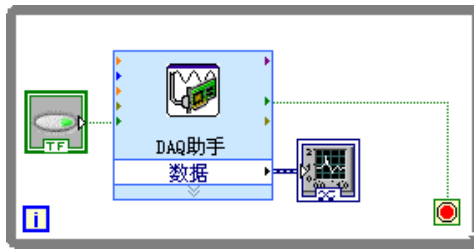

图 4-2 读取电压 VI 的程序框图
- 单击**是**按钮。LabVIEW 可在程序框图上放置 While 循环，“DAQ 助手” Express VI 和图形显示控件位于循环内。While 循环的停止按钮与“DAQ 助手” Express VI 的**停止**输入端相连。Express VI 的**已停止**输出端与 While 循环的条件接线端相连。程序框图如图 4-2 所示。